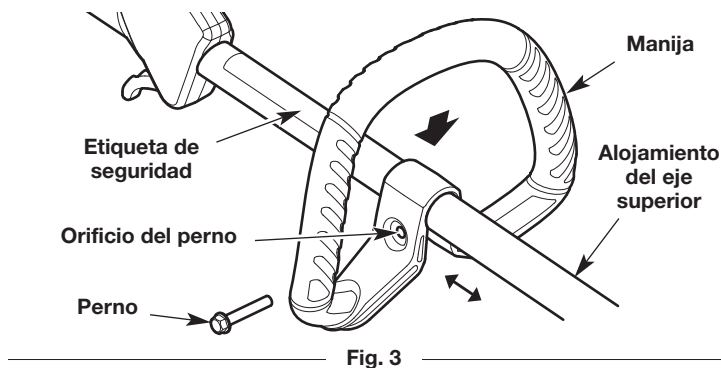

Fig. 3
1. Oprima la manija hacia abajo sobre el alojamiento del eje superior (Fig. 3). Asegúrese de que el orificio del perno mire hacia la derecha (Fig. 3).
2. Inserte el perno en el orificio del perno y oprímalo para que pase a través de él (Fig. 3). Ajuste el perno con un destornillador de cabeza plana, pero no lo ajuste completamente.
3. Mantenga la unidad en la posición de funcionamiento (Fig. 10). Mueva la manija hacia arriba o abajo del alojamiento del eje superior hasta que esté en una posición cómoda (Fig. 3). Compruebe que la manija esté ubicada más allá del extremo de la etiqueta de seguridad (Fig. 3).
1. Afloje el perno con un destornillador de cabeza plana (Fig. 3).
2. Mantenga la unidad en la posición de funcionamiento (Fig. 10). Mueva la manija hacia arriba o abajo del alojamiento del eje superior hasta que esté en una posición cómoda (Fig. 3). Compruebe que la manija esté ubicada más allá del extremo de la etiqueta de seguridad (Fig. 3).